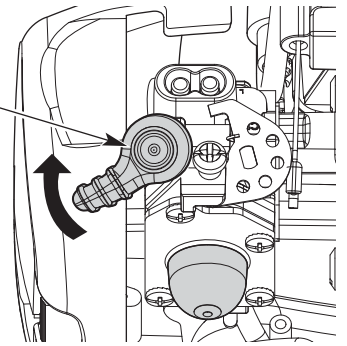

Fig. 8
4. De vuelta la palanca del cebador en el sentido de las agujas del reloj hasta que encaje bien en su lugar (Fig. 8).